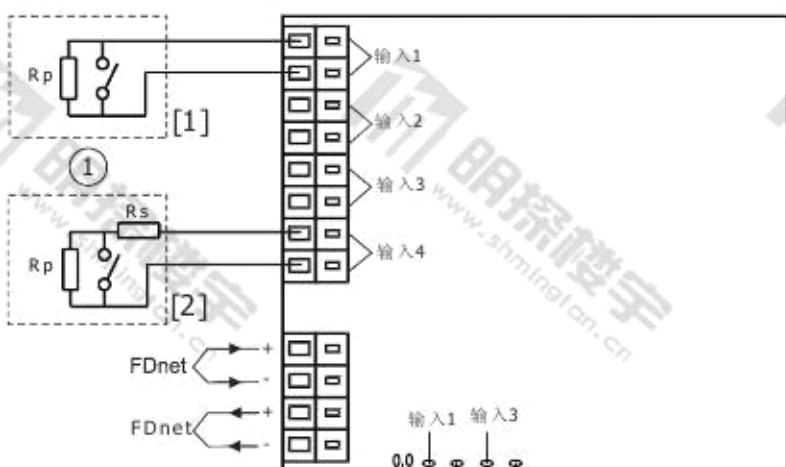

图 8
2. 将模块置于盒内 (图 8)。
1. 将电缆连接到端子上 (图 8)。